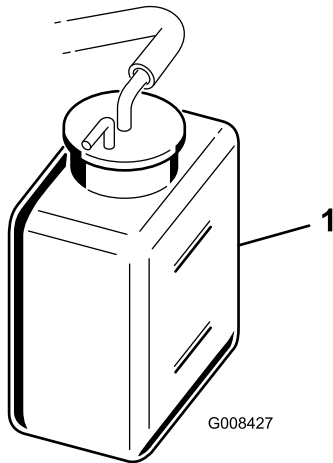

Bild 28
- Prüfen Sie den Kühlmittelstand (Bild 28).